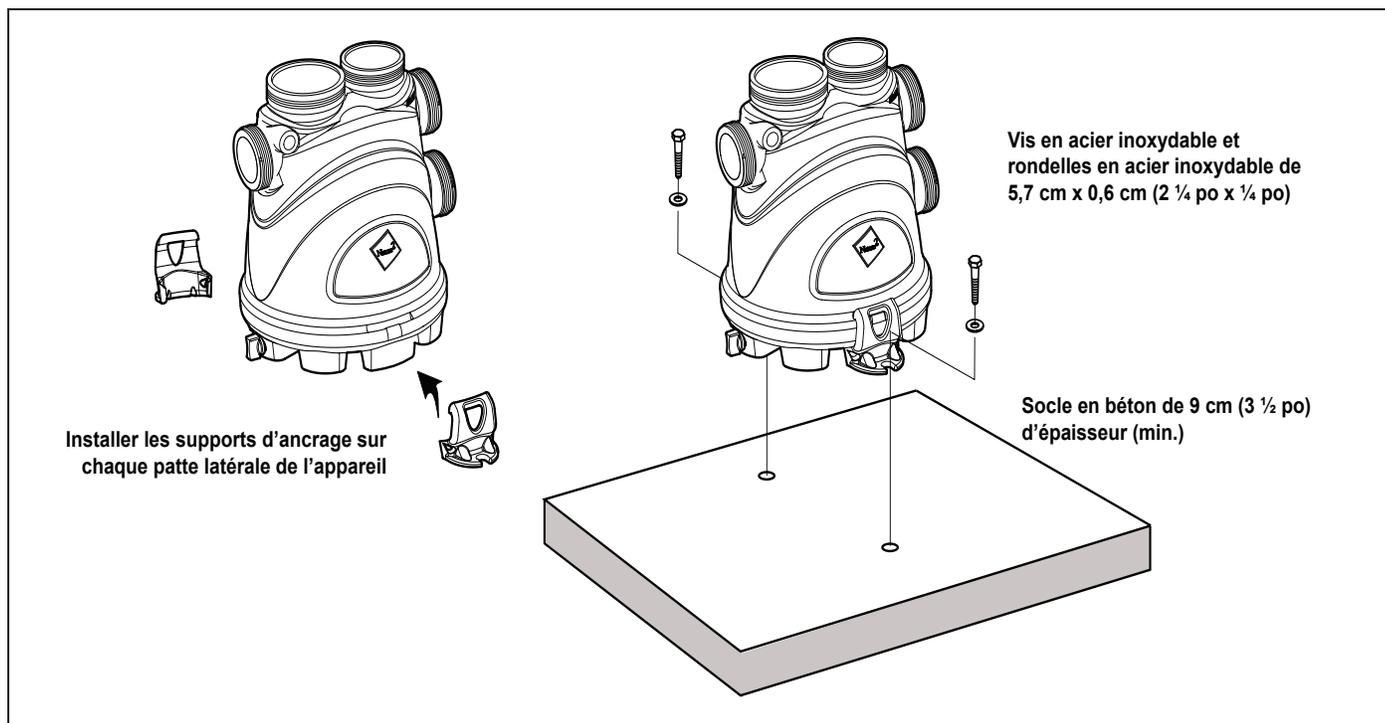

Figure 2. Installation du support d'ancrage
1. Encliqueter manuellement les deux (2) supports d'ancrage sur les pattes latérales de l'appareil, tel qu'il est indiqué à la Figure 2. S'assurer que ces supports d'ancrage sont solidement fixés aux pattes de l'appareil.
3. Percer un trou de 0,5 cm (5/32 po) dans le béton à chacun des deux emplacements de trou (2) des supports d'ancrage. Un foret d'un diamètre approprié doit être prévu au moment de l'achat des vis pour le béton.
4. Installer les vis et rondelles dans chacun des deux (2) trous pour fixer solidement l'appareil au socle de l'équipement. Ne pas trop serrer les vis.